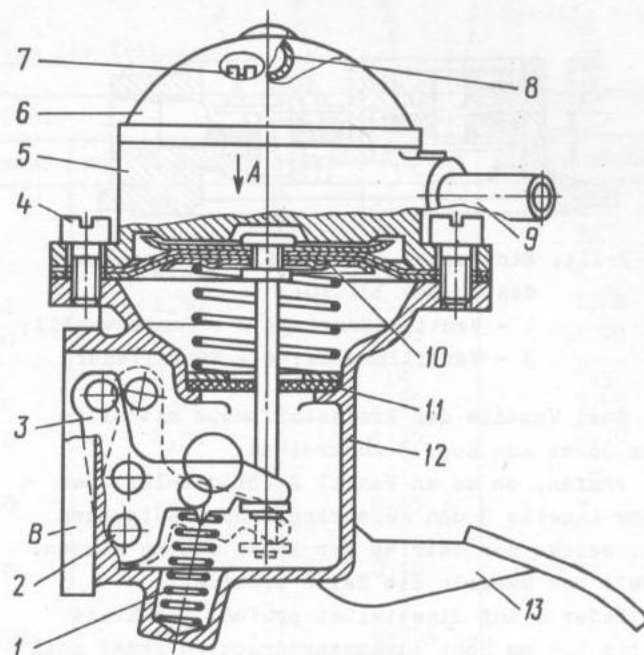

Bild 2-110. Kraftstoffpumpe des Motors 331.10:
An Zuleitstutzen 8 (Bild 2-110) der Pumpe ein Rohr (mit 4 mm Innendurchmesser) anschließen, dessen zweites Ende in ein Gefäß mit Benzin tauchen, danach auf den Handförderhebel 13 drücken und die Membran von Hand in Tätigkeit setzen. Bei dieser Prüfung soll die Förderung von Benzin bis 850 mm Höhe nicht später als nach 20 vollen Hieben des Hebels 13 beginnen.
- zwei Schrauben 7 (Bild 2-110) zur Befestigung des Deckels 6 am Pumpenkopf 5 losdrehen und Deckel abheben;
Zustand der Dichtung 11 (Bild 2-110) der Membranstange prüfen und die Dichtung nötigenfalls ersetzen.
Zum Einbau des Pumpenkopfes 5 (siehe Bild 2-110) mit dem rechten Daumen auf den Antriebshebel drücken, um die Membran 10 in die unterste Lage zu bringen, danach den Pumpenkopf einsetzen, zwei gegenüberliegende Schrauben 4 ganz festschrauben und den Antriebshebel loslassen. Die Schrauben gleichmäßig und kreuzweise anziehen.